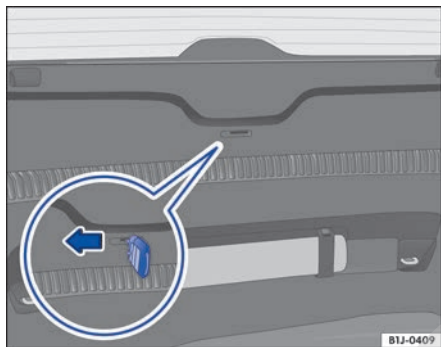

Fig. 56 En el portón del maletero: desbloqueo de emergencia.
- Desplace la llave en el sentido de la flecha → fig. 56.